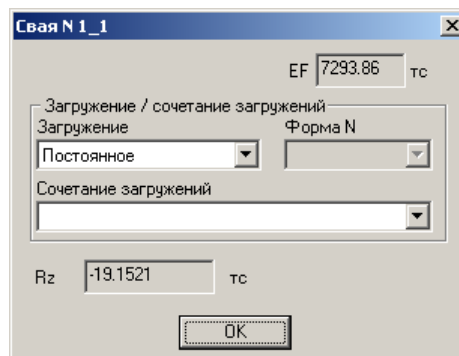

Рис.1.27.5. Окно диалога **Свая №1_1**
- В открывшемся окне диалога **Свая №1_1** (рис. 1.27.5) просмотрите жесткость EF сваи и усилия в свае от разных загрузок.